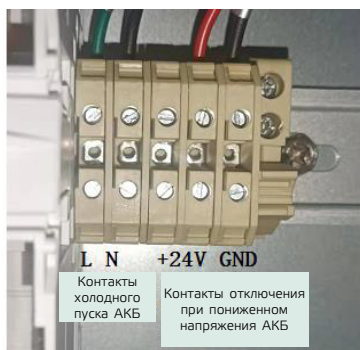

Рис. 3-38: Сухие контакты данной серии (160 – 300 кВА)
8. Подключите сухие контакты. Клеммник расположен под внутренней дверцей шкафа выпрямителя, он изображен на рис. 3-38. Контакты «1» и «2» — клеммы для холодного запуска от АКБ (Примечание: данные клеммы находятся под высоким напряжением при работе ИБП; «1» — фазный провод, «2» — нулевой). Контакты «4» и «5» — клеммы для вспомогательного контакта сервисного байпаса (опционально). Контакты «6» и «7» — клеммы для отключения батарейного выключателя при пониженном напряжении АКБ.